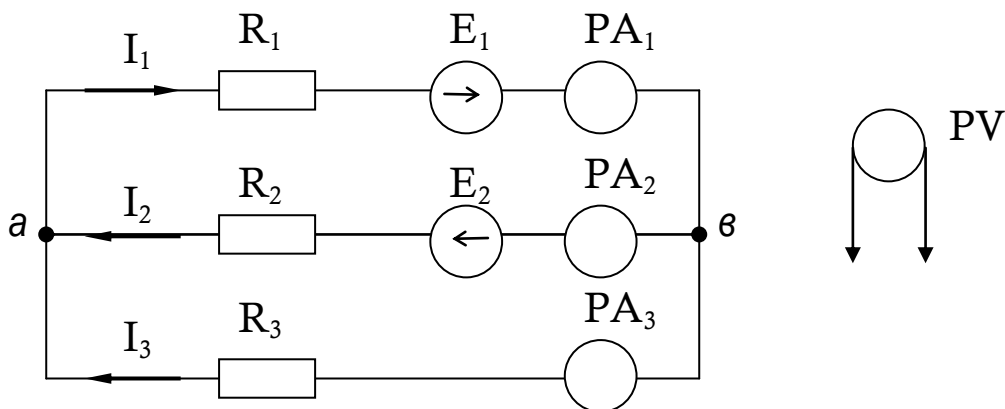

Рисунок 3 – Электрическая схема лабораторной установки
3.2. Собрать схему (Рис. 3.), включить ее. Измерить величины ЭДС источников E_1 и E_2 . Измерить токи I_1, I_2, I_3 в ветвях схемы, возникающие под действием обоих источников ЭДС.
5.2 Собрать цепь, изображенную на рис. 3, включить ее. Измерить ЭДС источников E_1 и E_2 , токи I_1, I_2, I_3 ветвях схемы.